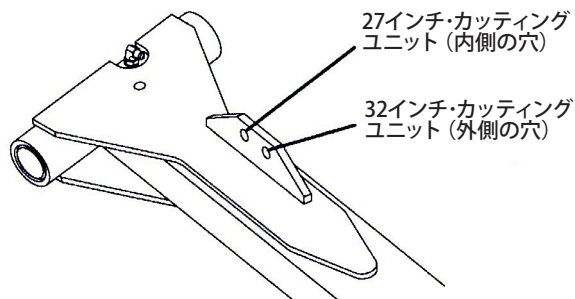

図 6
8. クレビスピンとコッターピンを使って、昇降チェーンの他方の端部を昇降アーム取り付けタブの穴に固定する。図 6に示すように、適当な穴を使用する。